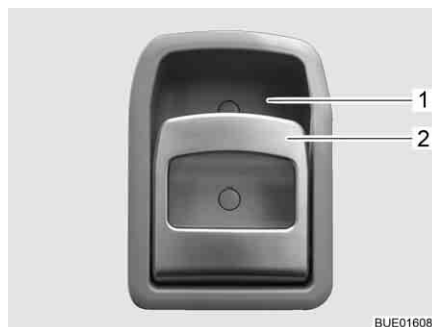

Bild 42 Dörrlås ingångsdörr, insida
- Drag i handtaget (Bild 42,2). Dörrlåset låses upp respektive öppnas.
- Tryck handtagets (Bild 42,2) övre del i riktning mot greppkåpan (Bild 42,1). Dörrlåset låses.